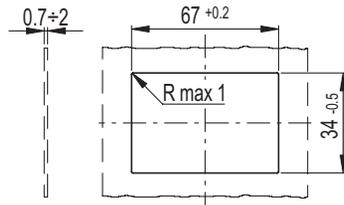

Рис. 1
- Установите нижнюю часть корпуса в кожух и придавите до щелчка (рис. 1).